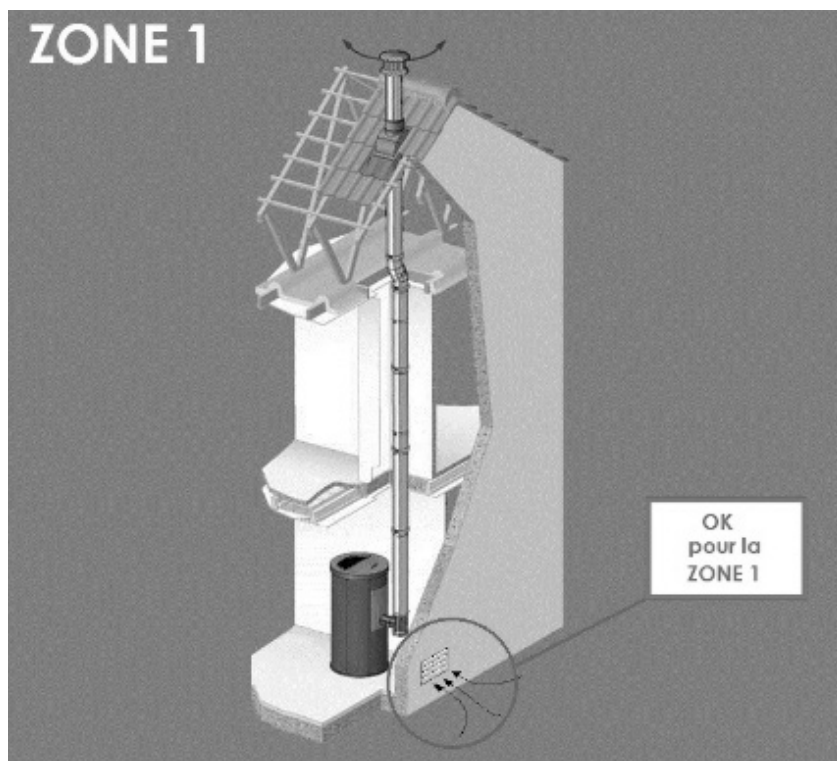

Fig. 15 - Installation possible pour tous les poêles (ZONE 1)
- L'afflux d'air entre l'extérieur et la pièce peut se produire directement, à travers une ouverture dans les murs extérieurs de la pièce (solution conseillée voir **Fig. 15**)
ATTENTION AU VENT DOMINANT ! Le tirage « naturel » de votre conduit de fumée qui a été consolidé/confirmé par le ramoneur reste sujet aux variations climatiques, comme par exemple Fig. 15 le vent (dominant) qui ajoute ou enlève du tirage au conduit. Par conséquent, ces variations peuvent causer des alarmes de dépression de la part du logiciel du poêle (voir le chapitre dédié aux alarmes).